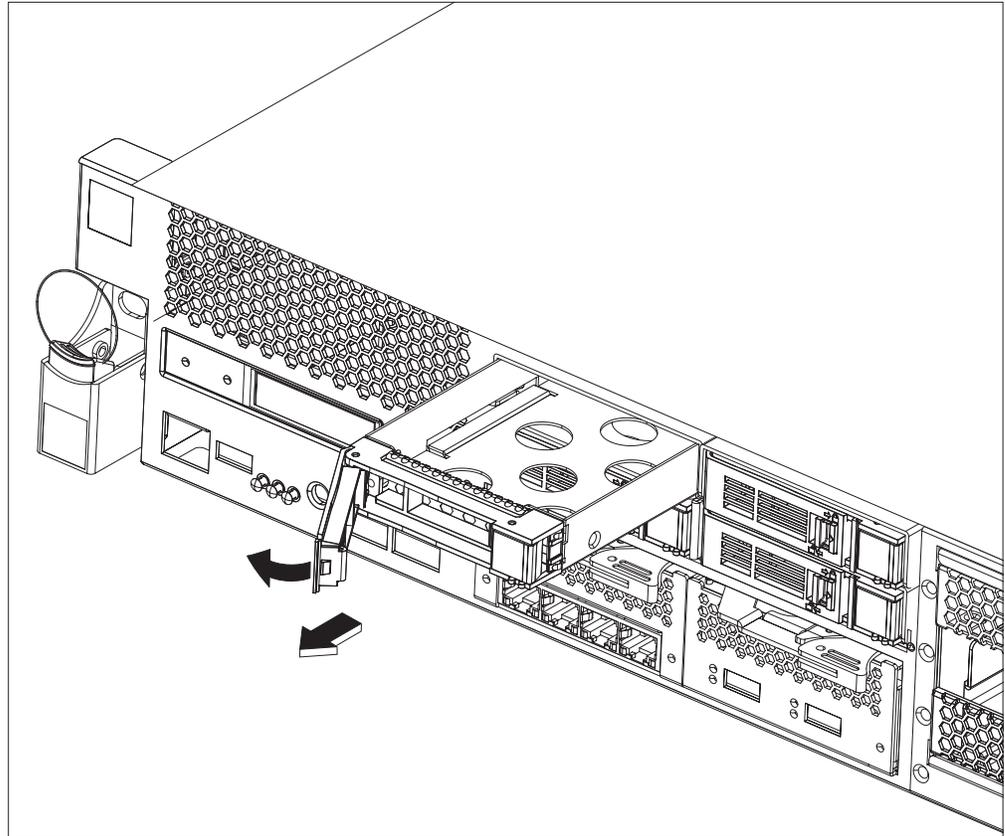

Figura 17. Retirada de un módulo de unidad de disco duro (tipo 7199)
2. Pulse el botón azul y se abrirá la palanca. En la Figura 17 se muestran los siguientes pasos.